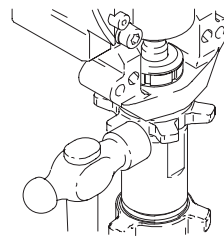

Fig. 11
6. Fig. 11. Enrosque a fondo la contratuerca (56) en la bomba. Apriete a mano la contratuerca, y después golpee ligeramente con un martillo de 20 onzas (máximo) para girarla 1/8 a 1/4 de vuelta, a un par aproximado de 75 ± 5 ft-lb (102 N·m).